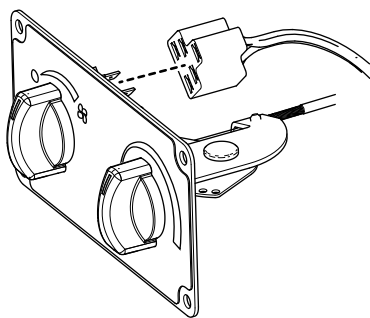

Figure 9
10. Branchez le connecteur à 5 bornes sur le faisceau de câblage du kit à l'arrière de l'interrupteur de débit d'air (Figure 9).